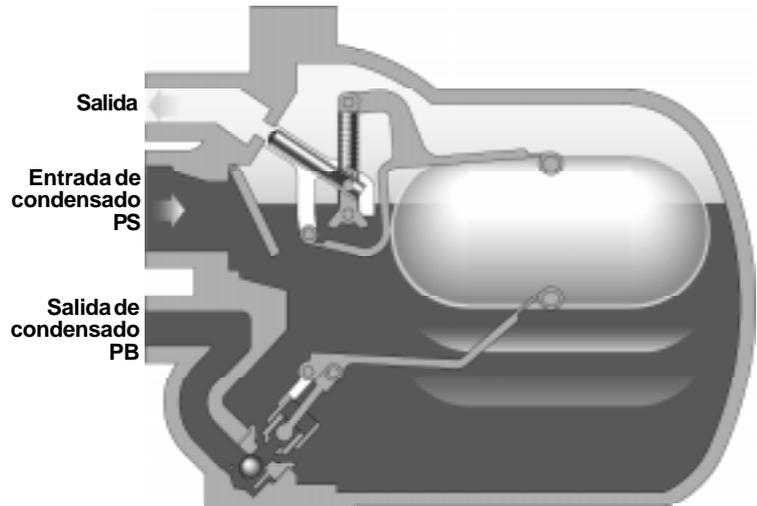

Fig. 5
Paso 2 (Fig. 5)
En algunos equipos con temperatura controlada, es posible que la presión del sistema PS sea menor que la contrapresión PB (Fig. 5). Si ocurriera esto, un purgador estándar se bloquearía provocando la inundación del equipo que debía purgar.